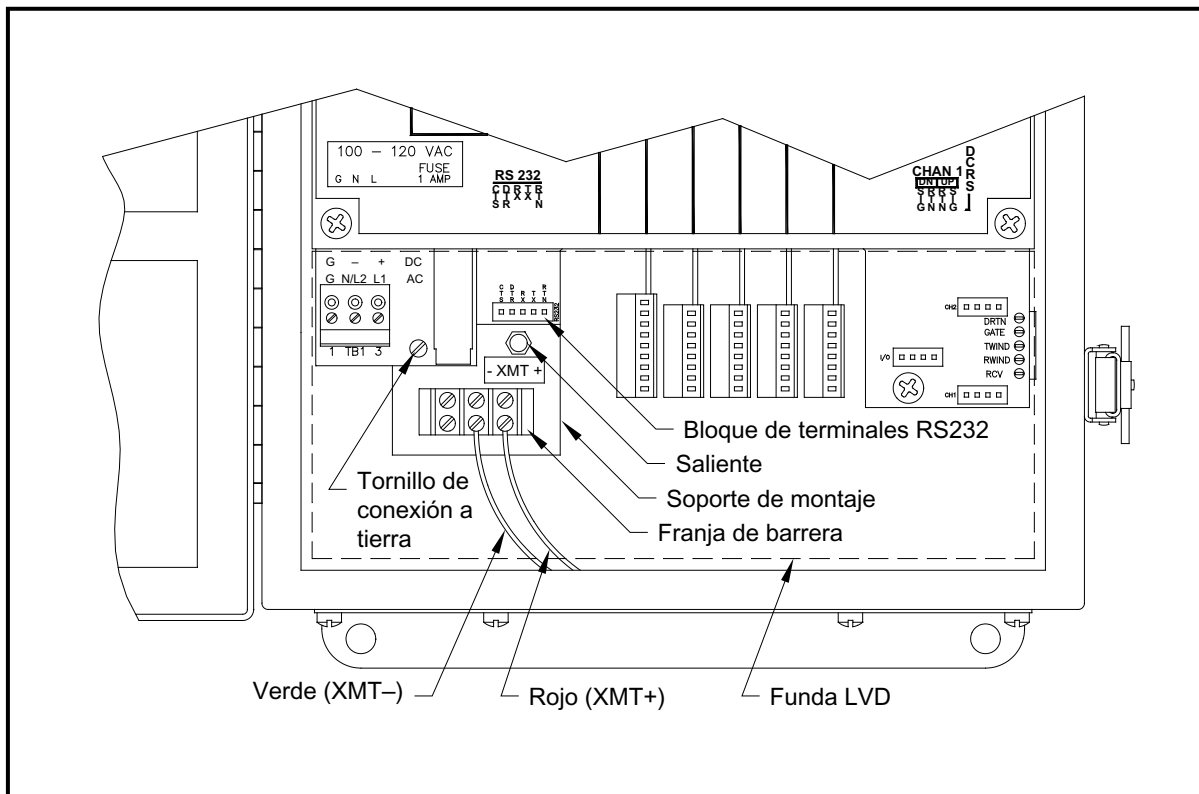

Figura 9: Montaje del conversor de la interfaz
Un soporte especial que contiene el conversor de la interfaz en serie y una tira de barrera de tres terminales, justo debajo del bloque de terminales RS232 (ver Figura 9). El bloque de terminales RS232 estándar está cableado a la entrada del conversor de interfaz serial, y la salida RS485 del conversor de interfaz en serie está cableada a la tira de barrera.
El cableado de fábrica estándar de la interfaz en serie RS485 está configurado para cableado punto a punto. Es decir, un único modelo GF868 puede conectarse directamente a una única computadora personal. Para conectar la interfaz serie RS485, consulte la Figura 9 en la página 63 y complete los siguientes pasos:
3. Retire el **soporte de montaje** del conversor de la interfaz en serie quitando el separador ubicado justo debajo del bloque de terminales RS232 y el tornillo de conexión a tierra justo a su izquierda (ver Figura 9 en la página 63).